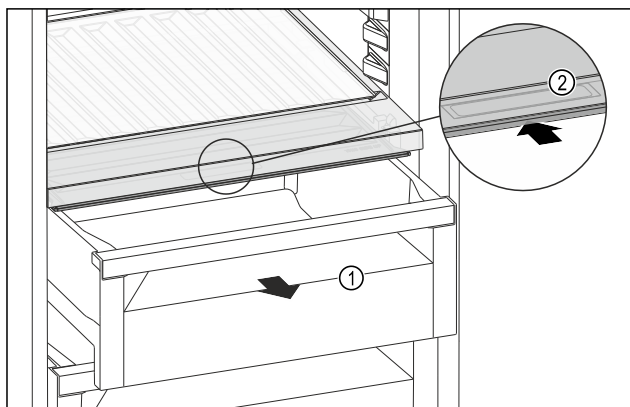

Fig. 218
- Extrageți sertarul Fig. 218 (1).
- Prindeți mânerul încastat Fig. 218 (2) de la capacul compartimentului și glisați concomitent capacul compartimentului spre partea posterioară.